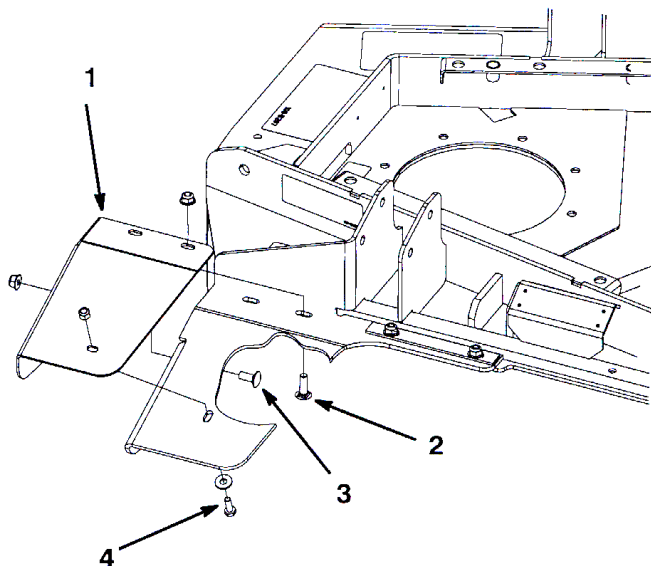

図2
2. 左側フット・シールドをゴム製デフレクタに仮止めする: 取り付け具および取り付け位置は以下の通り: 取り付け具の位置は図2を参照。